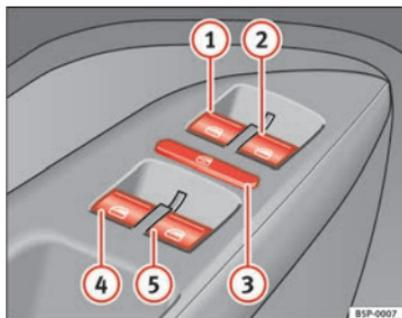

Fig. 69 Détail de la porte du conducteur : commandes pour les glaces avant et arrière
Les touches ⇒ page 116, fig. 69 ① et ② disposent de deux positions pour l'ouverture des glaces et de deux autres pour leur fermeture. Il est ainsi plus simple de contrôler les processus d'ouverture et de fermeture.